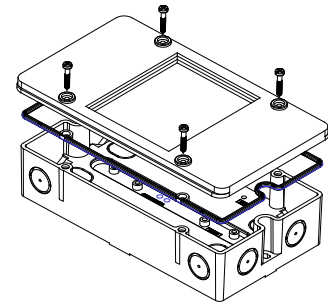

Рис.11
5. Закрепите крышку коробки с уплотнением четырьмя винтами (Рис.11) (Только таким образом может быть обеспечена категория защиты IP65)